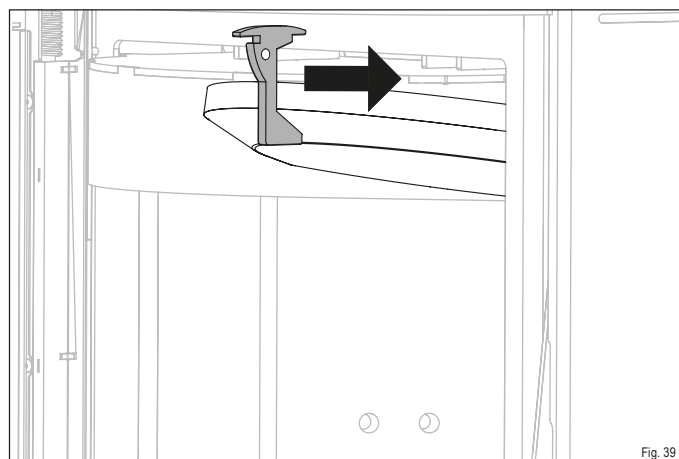

Fig. 39
- ▶ Faites glisser le support de la pierre thermique vers l'avant (Fig. 39).